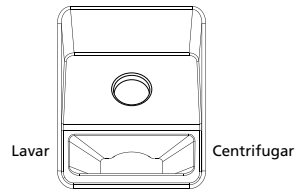

Figura 1
1. Coloque la palanca selectora en la posición LAVAR (figura 1).